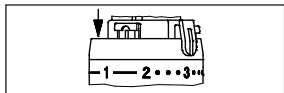

Fig.7
2. Per limitare la posizione di “minima temperatura”, una delle clip di limitazione dovrà essere inserita nella sede subito prima alla posizione “2” (Fig. 7).